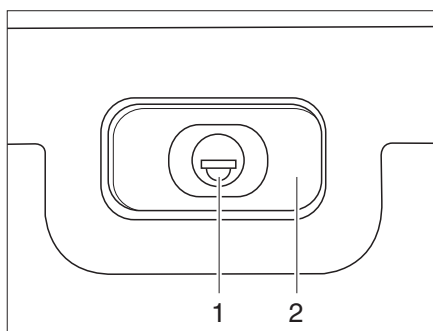

Fig. 31 Serratura dello sportello, rettangolare, chiusa
- Inserire la chiave nel cilindro della serratura (Fig. 31,1) e ruotare di un quarto di giro. La maniglia della serratura (Fig. 31,2) scatta all'infuori.